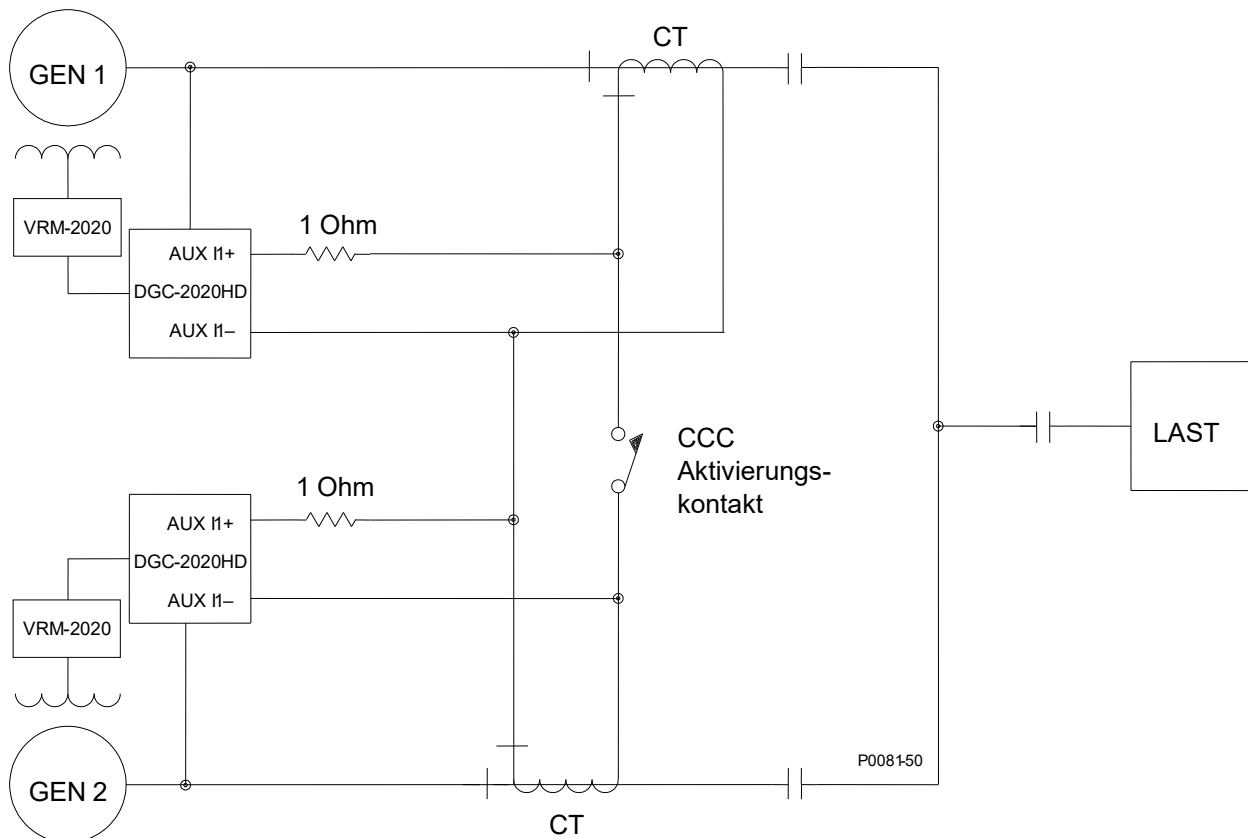

Abbildung 3-8. Verbindungen für Querstromkompensation
Der Querstromkompensationsmodus (Blindstromdifferential) ermöglicht zwei oder mehr parallel geschalteten Generatoren, sich eine gemeinsame Blindlast zu teilen. Wie in Abbildung 3-8 gezeigt, wird jeder Generator von einem VRM-2020 geregelt. Der DGC-2020HD verwendet einen Hilfs-CT Eingang (Klemmen AUX I1+ und AUX I1-) und einen dedizierten externen Stromwandler (CT), um den Generatorstrom zu messen. Der DGC-2020HD leitet die aktuellen Messungsinformationen über CAN Kommunikation an das VRM-2020 weiter. Die in Abbildung 3-8 dargestellten Widerstände werden verwendet, um die Last einzustellen und können entsprechend der Anwendung angepasst werden. Stellen Sie sicher, dass die Nennleistung der Widerstände für die Anwendung angemessen ist. Die in Abbildung 3-8 gezeigten CT Eingangsklemmen sind für Hilfs-CT Eingang #1 bestimmt, es kann aber jeder der vier Hilfs-CT Eingänge für die Querstromkompensation konfiguriert werden.